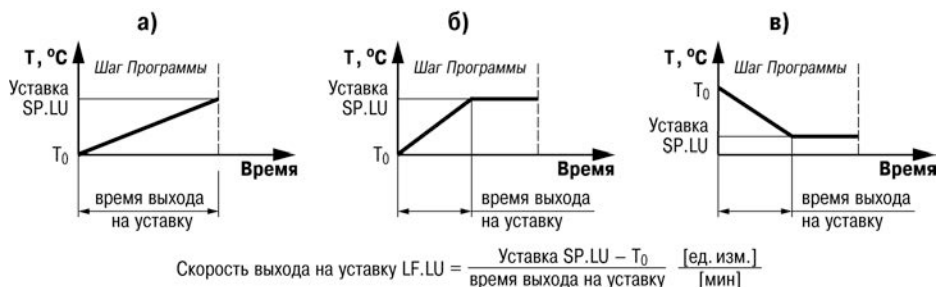

Рисунок 3.8 – Задание скорости выхода на Уставку
- в течение всего Шага (см. рисунок 3.8, а);
- в течение части Шага – до достижения **Значения уставки**, далее осуществляется поддержание достигнутого значения Уставки (см. рисунок 3.8, б, в).